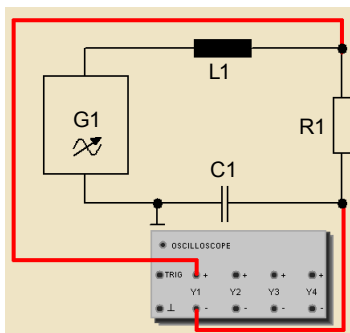

Рис. 12. Подключение канала осциллографа Y1
13. Измерить напряжение на конденсаторе  $C$ , повторить измерения на резисторе  $R$ , чтобы установить связь с первым измерением. Подключить канал осциллографа  $Y1$ , как показано на электрической схеме (рис. 12).